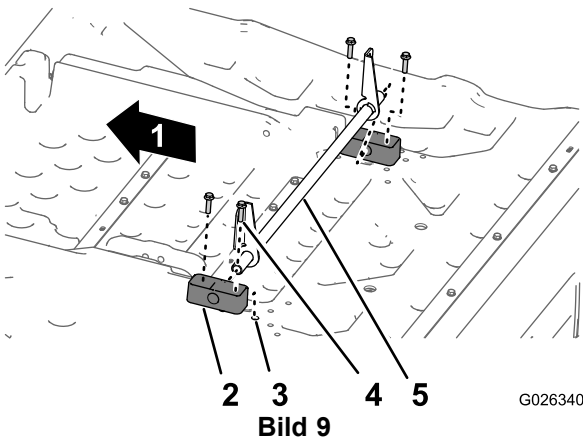

Bild 9
2. Stecken Sie das Rohrende der Schwenkhalterung in den Drehzapfenblock (Bild 9).
3. Befestigen Sie den anderen Drehzapfenblock auf dem anderen Ende des Rohrendes des Drehzapfenblocks (Bild 9).
4. Fluchten Sie die Löcher eines neuen Drehzapfenblocks an der **neuen** Staubox mit den Gewindeeinsätzen in der Staubox aus und befestigen Sie den Block mit den vier Bundkopfschrauben (3/8" x 1-1/2"); ziehen Sie die Schrauben mit der Hand an (Bild 9).